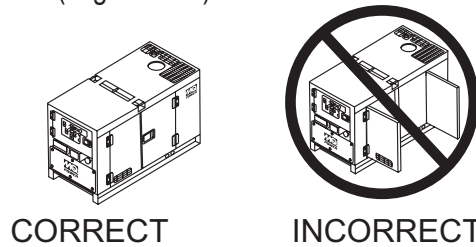

Figure 37. Portes du Coffret du Moteur
- Fermez toutes les portes de l'enceinte du moteur (Figure 37).